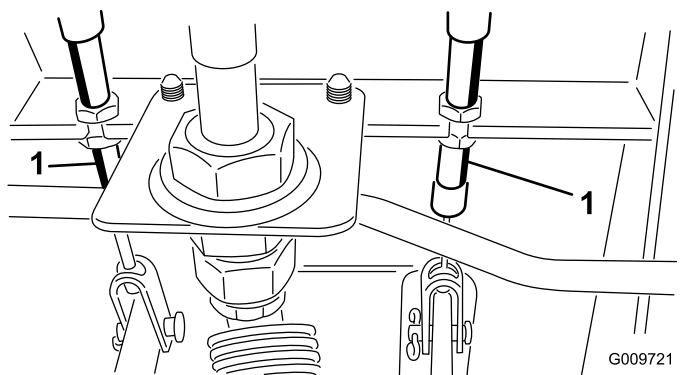

Figura 115
- A. Desaperte a porca dianteira na extremidade roscada do cabo do travão (Figura 115).